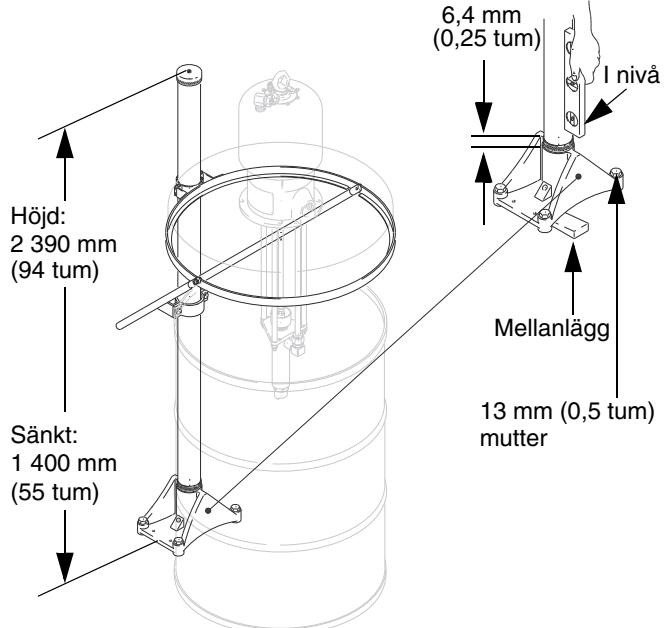

FIG. 2
Placerar lyften där det finns minst 2,75 m (9 fot) överliggande frigång. Markera och borra hålen för 13 mm (0,5 tum) monteringsmuttrar. Se FIG. 2 och måtttritningen på sidan 15. Nivåjustera basplattan (17) och använd mellanlägg vid behov. Säkra basplattan till golvet med 13 mm (1/2 tum) monteringsmuttrar som är tillräckligt långa för att förhindra att lyften välter.